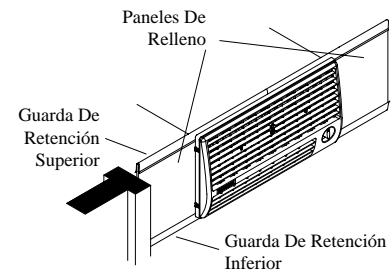

Fig. 3
Coloque dos guardas de retención en la parte inferior de la pestaña del cuello y ajústelas al ancho de la ventana. Corte las guardas si es necesario. Éstas sujetan a los paneles de relleno (fig. 3).
- Instale los paneles de relleno. Coloque un panel de relleno a cada lado de la rejilla y dentro de la banda de retención situada en la parte inferior de la rejilla. Coloque las otras guardas de retención en la parte superior de la pestaña del cuello y los paneles de relleno. Compruebe que los paneles queden bien ajustados contra el cuello. (Véase Fig. 3).